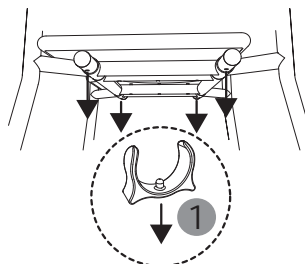

fig. 22
1. Træk de fire fastgørelsesclips ud af indskudsrørene (1, fig. 22).